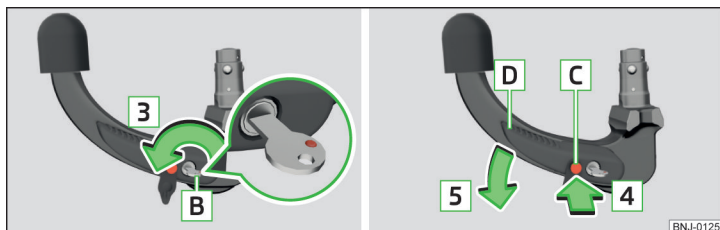

Fig. 152 Oplåsning af lås / Sådan trykkes udløserbolten ind, og sådan trykkes der på betjeningsarmen.
- Drej nøglen **B** i pilens retning **3**, så dens røde markering vender opad » Fig. 152.